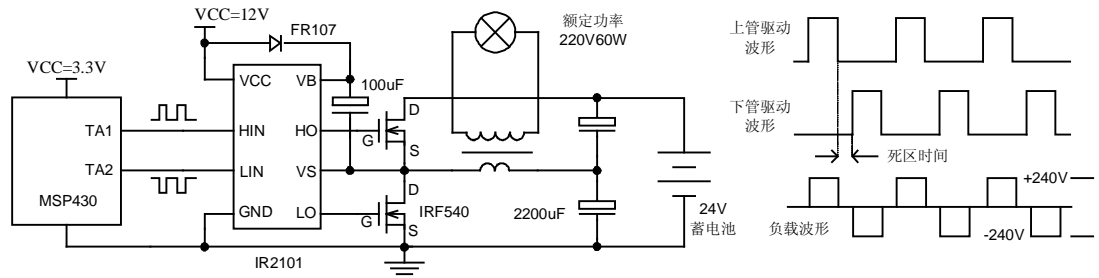

图 2.8.7 逆变器中的 PWM 死区示意图
但这也随之会遇到一个问题：MOS 开关的导通与关断总会存在一定的延迟。如果同时命令上管关断、下管导通，会出现一个极短的瞬间上管来不及完全关闭时下管已经导通。此时相当于蓄电池直接短路，大电流会直接毁坏 MOS 管。为了安全地控制半桥电路，需要命令其中一只开关管断开后，略等待一段时间才接通另一只开关管。这段等待的时间被称为“死区时间”（Dead Time）。图 2.8.7 中示意了带死区的 PWM 波形，为了示意清楚，图中对死区时间作了夸大，实际应用中根据不同 MOS 管的导通延迟参数，取数百纳秒至数微秒时间以上即可保证 MOS 不会同时导通。实际应用中，半桥、推挽驱动、H 桥等电路中都存在对死区时间的要求。
**例 2.8.8** 用 MSP430F42x 单片机驱动图 2.8.7 所示的逆变电路，要求输出交流电频率 400Hz 左右，正负半周各占 50% 时间，死区时间 2 $\mu$ s 左右。假设 SMCLK=1.048576MHz。